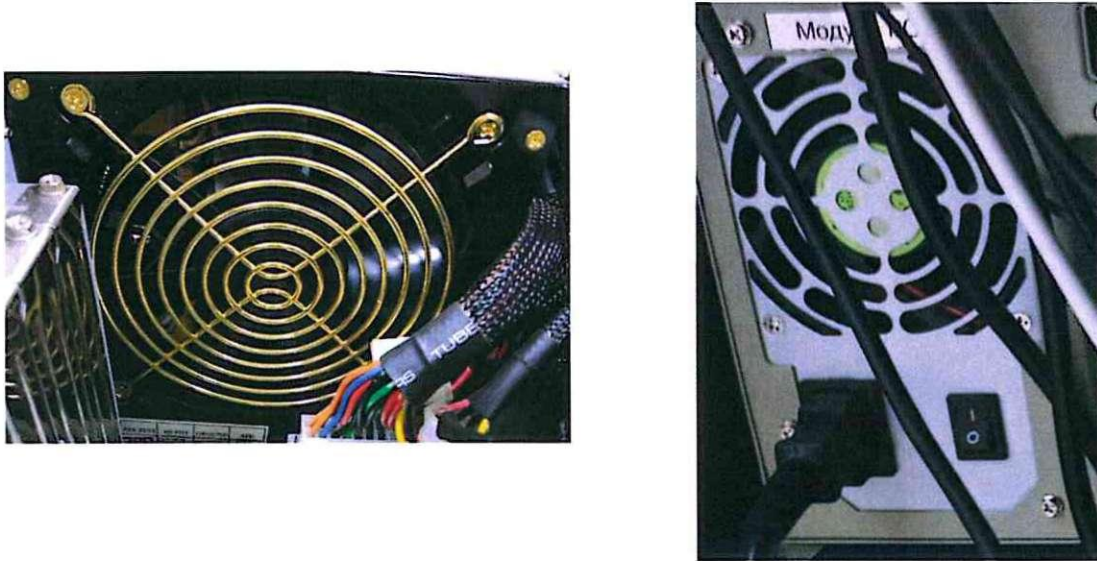

Рисунок 23. Вентилятор блока питания.
7.3.14 Произвести очистку вентилятора, установленного на блоке питания с помощью воздуходувки как с внутренней стороны системного блока, так и с наружной стороны (Рисунок 23).